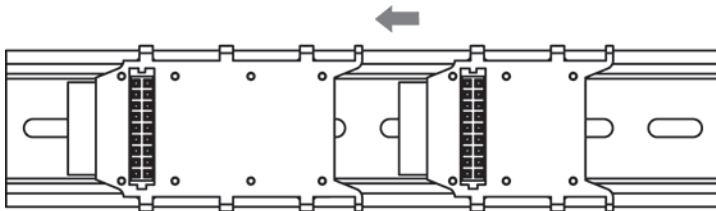

Рисунок 6.1
- шинный соединитель контроллера установить замковым соединением с помощью крючков на DIN-рейке (рисунок 6.1);